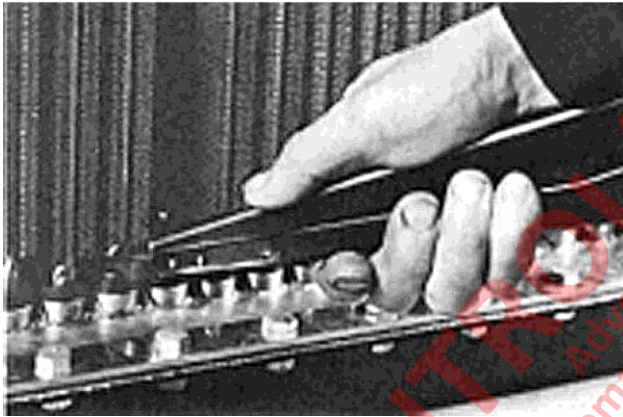

FIGURA 3-10. USE LA HERRAMIENTA DE INSTALACION PARA INSTALAR EL TUBO
4. Centre de la parte inferior del tubo en la junta inferior. Empujar el tubo hacia abajo hasta que el grano formado en el tubo quede dentro de la ranura del anillo de bloqueo en el sello. Si es necesario, utilice la herramienta de instalación (VJ6567) para tirar el tubo hacia abajo en el sello. La herramienta tiene un dispositivo de enganche en el extremo de una de las manijas para ayudar en la instalación. Vea la figura 3-10.